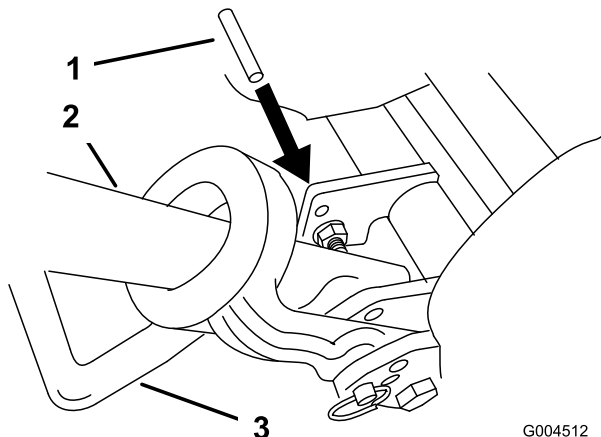

Figure 13
2. Abaissez la béquille. Insérez une goupille de 6 mm de diamètre (ou équivalent) dans le trou du bâti au-dessus du boulon de montage de la béquille (Figure 13).